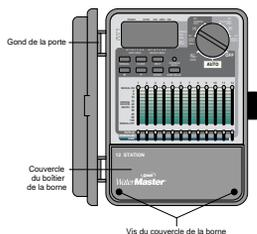

FIGURE 21 : Programmateur extérieur et couvercle du bornier
- Ouvrez le boîtier en dévissant les deux vis et en retirant le couvercle de plastique [voir la figure 21].